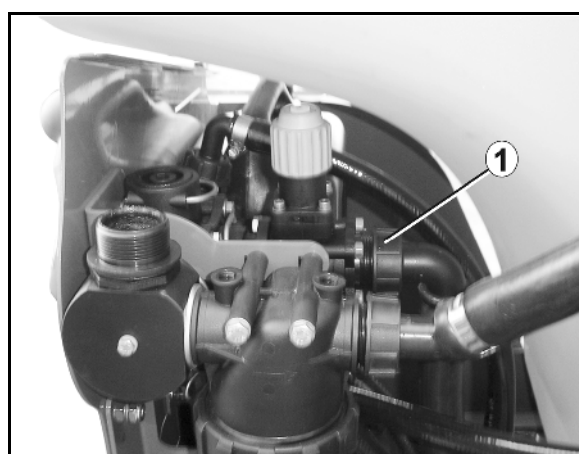

Fig. 154
1. Loosen clamping nut (Fig. 154/1).